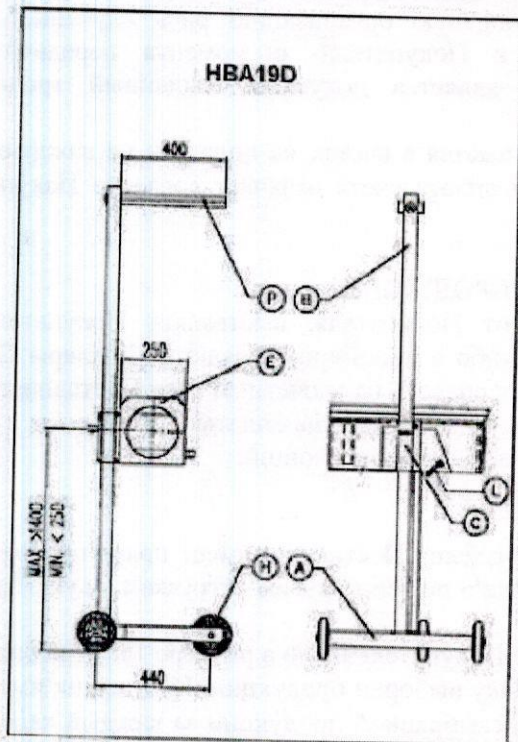

Рис. 1.1
- Вставьте зеркальный видеоискатель Р в отверстие сверху стойки (см. рис. 1.1 и 1.2)